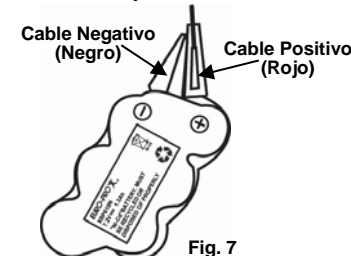

Fig. 7
4. Levante cuidadosamente la batería y desconecte los terminales. (Fig. 7)